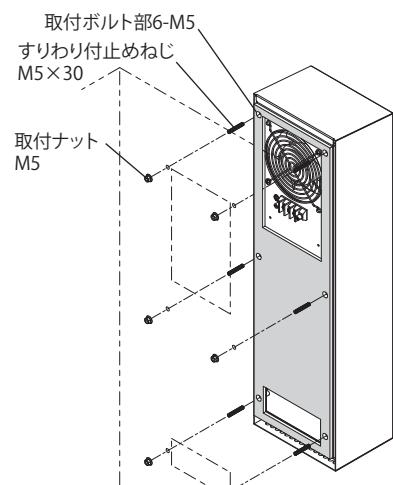

図 4
- 付属のすりわり付止めねじ M5×30(キャビネット取付用)を本製品の取付ボルト部 M5(6 カ所)に組付け後、付属の取付ナット M5(キャビネット取付用)により、キャビネットに取り付けることもできます。(図 4)